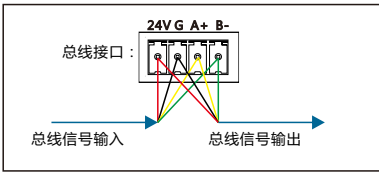

图8.总线接口接线图
1. 总线接口:24V、G、A、B,和其它总线接口级联时,切勿接错(见图8)。